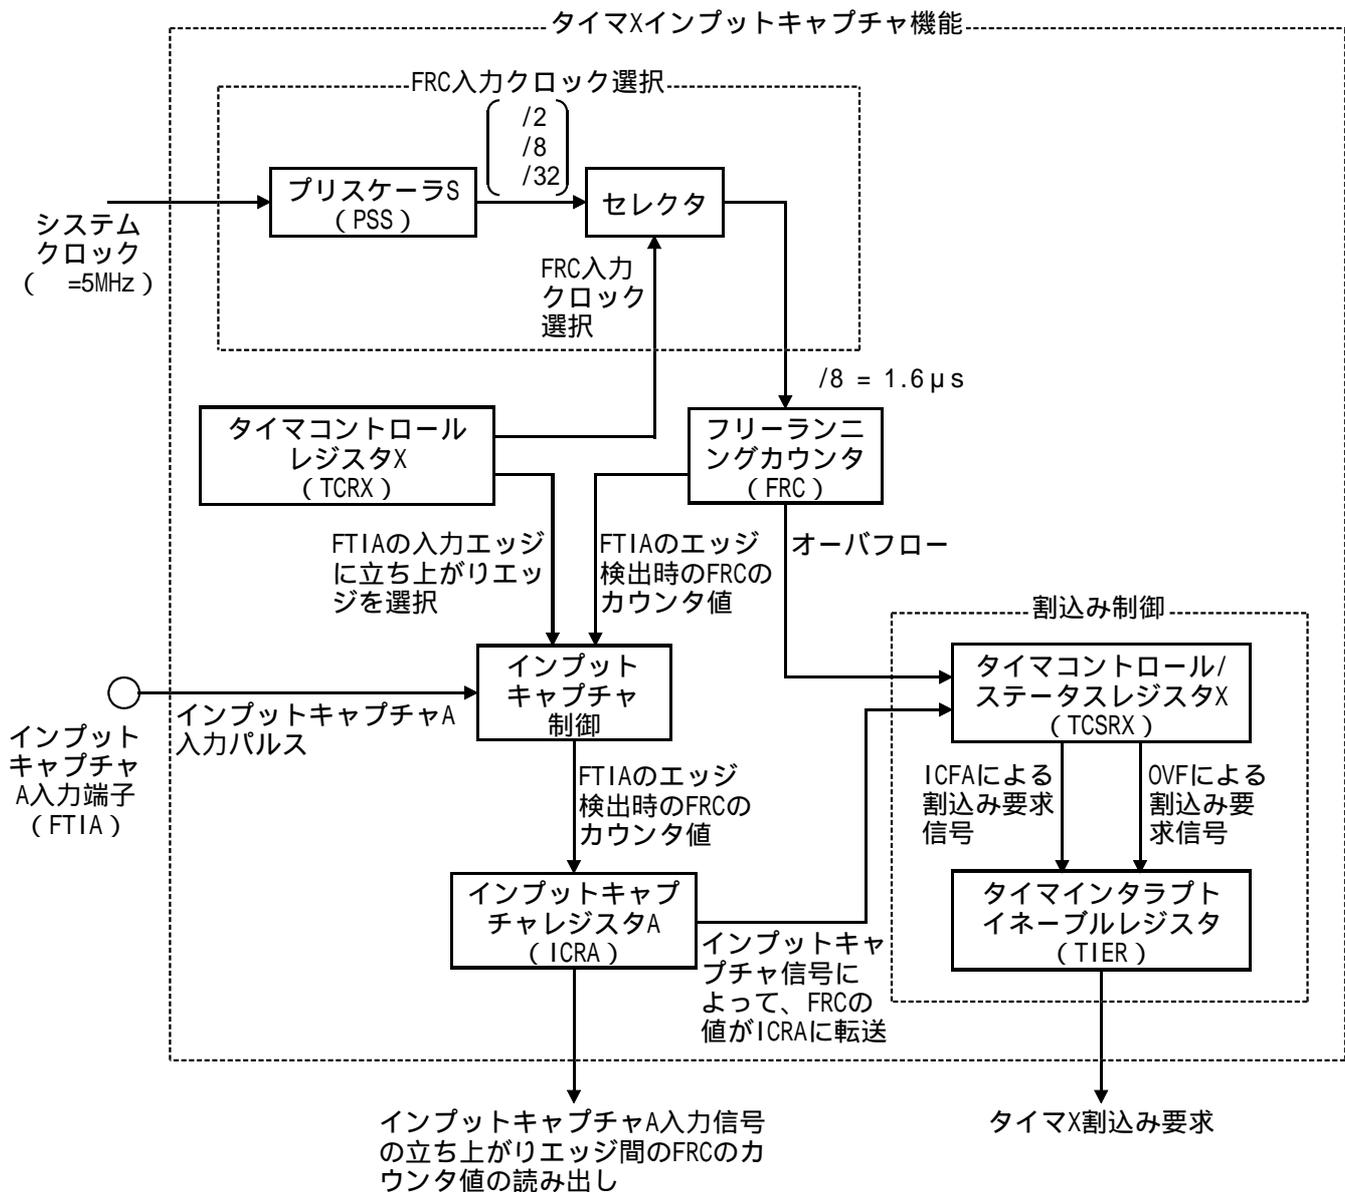

図2 タイマXインプットキャプチャ機能ブロック図
<div data-bbox="132 875 298 907" data-label="Section-Header"> <h3>使用機能説明</h3> </div> <div data-bbox="180 965 1434 1814" data-label="List-Group"> <ol style="list-style-type: none"> (1) 本タスク例では、タイマXインพุットキャプチャ機能を使用して、FTIA端子に入力したパルスの周期の測定を行ないます。 (a) 図2にタイマXインพุットキャプチャ機能のブロック図を示します。以下にタイマXインพุットキャプチャ機能のブロック図について説明します。 <ul style="list-style-type: none"> ・システムクロック () は、10MHzのOSCクロックを2分周した5MHzクロックで、CPUおよび周辺機能を動作させるための基準クロックです。 ・プリスケラS (PSS) は、 を入力とする13ビットのカウンタで、1サイクルごとにカウントアップします。 ・フリーランニングカウンタ (FRC) は、16ビットのリード/ライト可能なアップカウンタで、入力する内部クロック/外部クロックによりカウントアップされます。入力するクロックは、システムクロックの2分周、8分周、32分周および外部クロックの計4種類のクロックより選択可能です。本タスク例では、FRCの入力クロックにシステムクロックの8分周のクロックを選択しています。 ・タイマコントロールレジスタX (TCRX) は、8ビットのリード/ライト可能なレジスタで、FRCの入力クロックの選択、およびインพุットキャプチャ入力エッジの選択を行ないます。 ・タイマコントロール/ステータスレジスタX (TCSRX) は、8ビットのレジスタで、各割込み要求信号の制御を行ないま。 ・タイマインタラプトイネーブルレジスタ (TIER) は、8ビットのリード/ライト可能なレジスタで、各割込み要求の許可/禁止を制御します。 ・インพุットキャプチャレジスタA (ICRA) は、16ビットのリード専用のレジスタで、インพุットキャプチャ端子Aの入力パルスの立ち上がりエッジが検出されると、そのときのFRCの値がICRAに転送され、TCSRXのICFAが"1"にセットされます。このとき、TIERのICFAが"1"ならばCPUに割込みを要求します。 ・インพุットキャプチャA端子より、周波数測定対象パルスを入力します。 ・以下に本タスク例における入力パルスの周期の計算方法を示します。ただし、FRCがオーバーフローすると、周期測定が正確に行なえないので、入力パルスの周期はFRCのオーバーフロー周期 (104.8576ms) より小さくしなければなりません。 ・1番目の入力パルスの立ち上がりエッジをキャプチャした後、FRCがオーバーフローすると、PDRH、PDRLにH'FFを格納して終了します。 </div> <div data-bbox="220 1861 1372 1951" data-label="Equation-Block"> $\begin{aligned} \text{入力パルスの周期} &= (\text{PDRH、PDRLに格納されたFRCのカウンタ値}) \times (\text{FRC入力クロック周期}) \\ &= (\text{PDRH、PDRLに格納されたFRCのカウンタ値}) \times 1.6\mu\text{s} \end{aligned}$ </div>